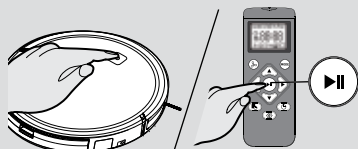

Fig. 10
2. Druk op de aan/standby-knop op het apparaat of de start/pauze-knop op de afstandsbediening om het reinigingsproces te starten. **[Fig. 10]**